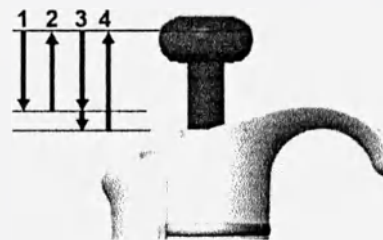

Рисунок 5
2. Надавите на операционную кнопку дозатора до первого упора (рисунок 5).